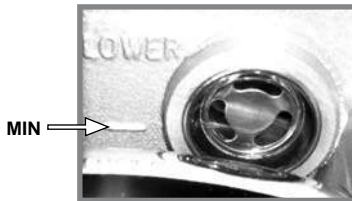

Imagen 13. Líquido de freno delantero.
2. Revisar que el nivel del líquido de frenos del contenedor, no esté por debajo de la marca mínima. El nivel del líquido de frenos siempre debe estar por arriba de la marca mínima del contenedor. Ver imagen 13.